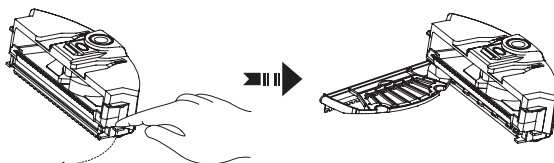

Рис. 6
4. Откройте полку, в которой находится фильтр (см. рис. 6). Для этого нажмите на язычок и отведите полку в сторону, не прилагая чрезмерных усилий.